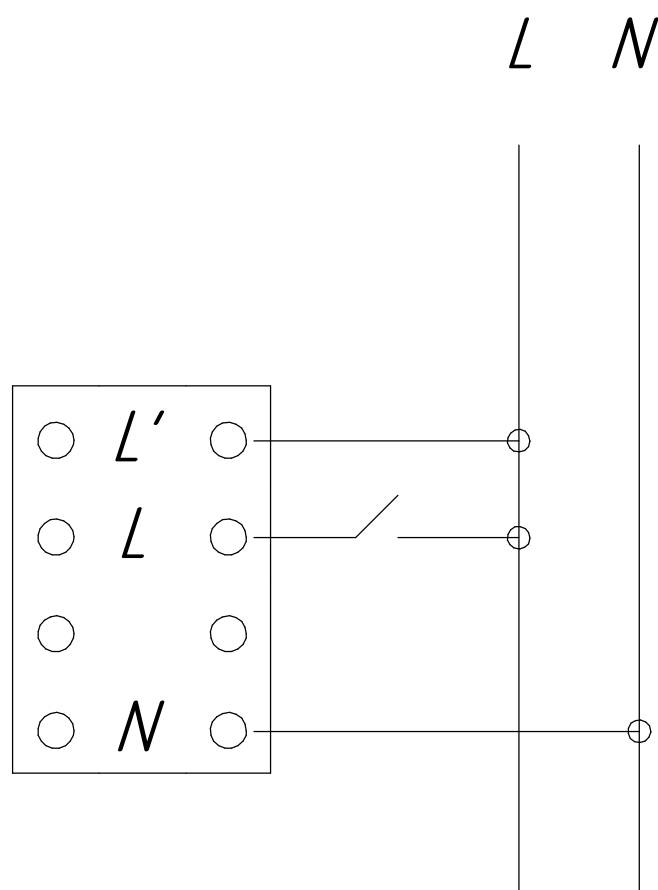

Рисунок 3 - Схема подключения светильников
5.6 Подключите светильник к питающей сети (рисунок 3).